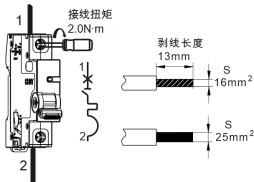

图5 NB5NE-63H接线方式
5.4 适用于铜导线连接，导线选择见表2，接线方式及剥线长度示意如下图5